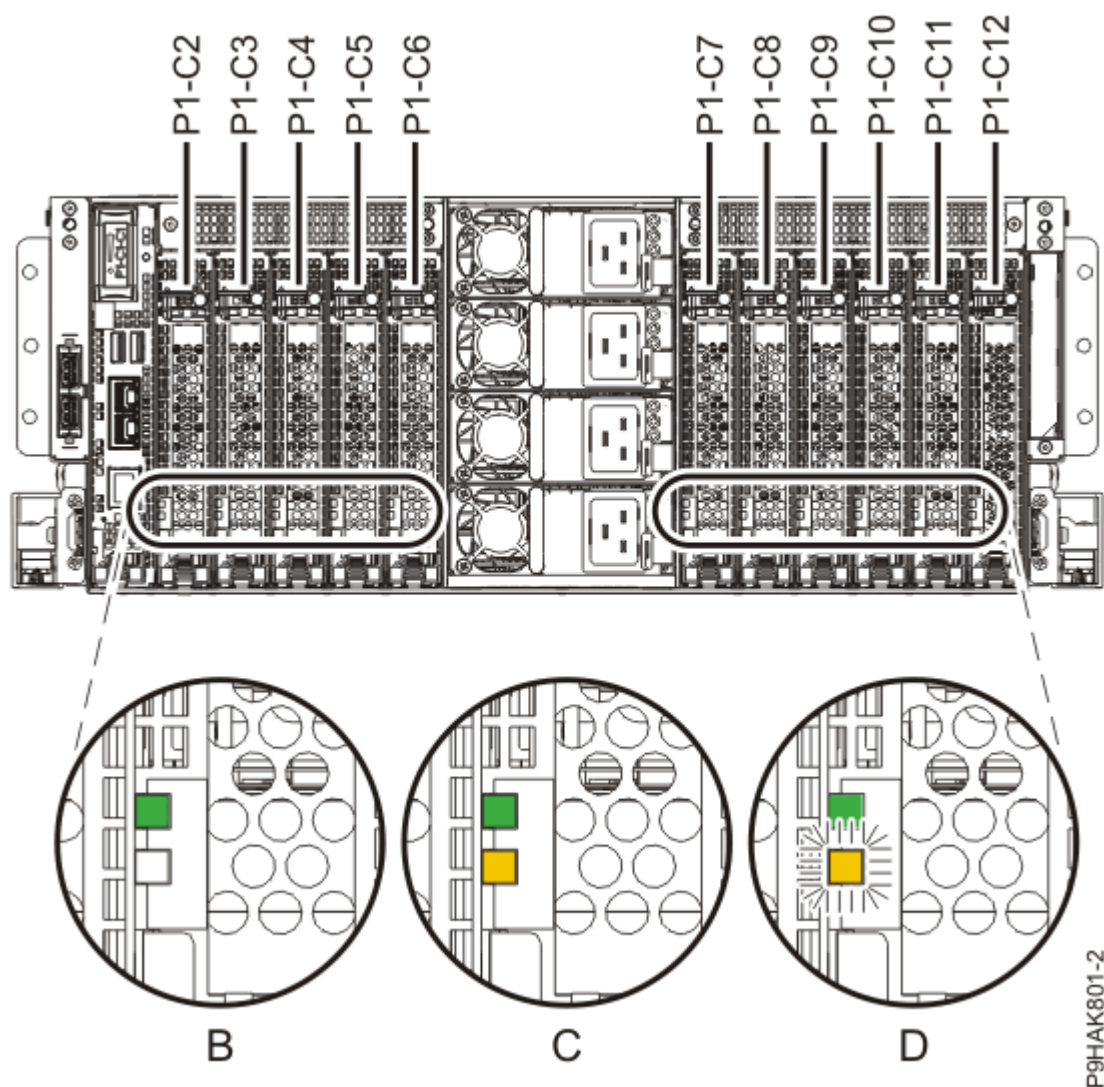

Figura 13. Ubicacions de les ranures i els LED d'adaptadors en un sistema 9040-MR9
3. Reviseu les ubicacions de les ranures d'adaptadors i els indicadors de servei per a l'adaptador amb el que vulgueu treballar. Els adaptadors estan instal·lats a la part posterior del sistema. La Figura 13 a la pàgina 20 mostra les ubicacions dels adaptadors en un sistema 9040-MR9 així com les ubicacions dels llums amb díode (LED) de l'adaptador.